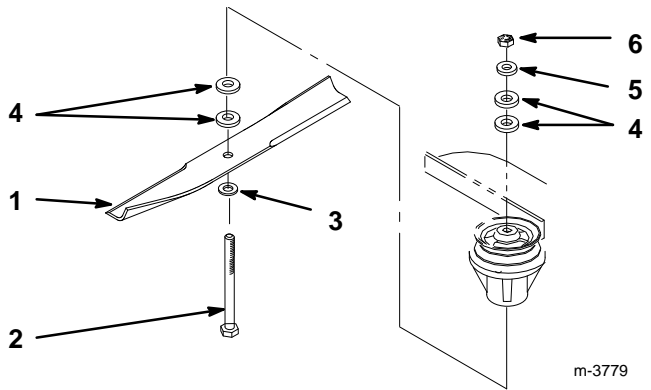

Figure 19
2. Tenir le boulon de lame et dévisser l'écrou. Sortir le boulon par le bas, à travers l'axe, et modifier la position des entretoises de la manière requise (Fig. 19).
3. Réinsérer le boulon, remettre les cales qui restent, et fixer le tout à l'aide de l'écrou et de la rondelle mince (Fig. 19).